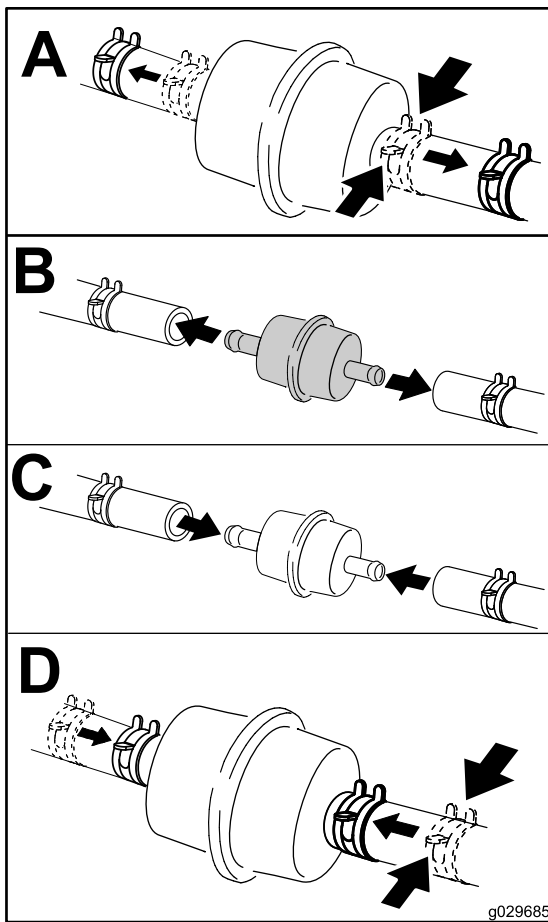

Figure 43
5. Remplacez le filtre à carburant (Figure 43).